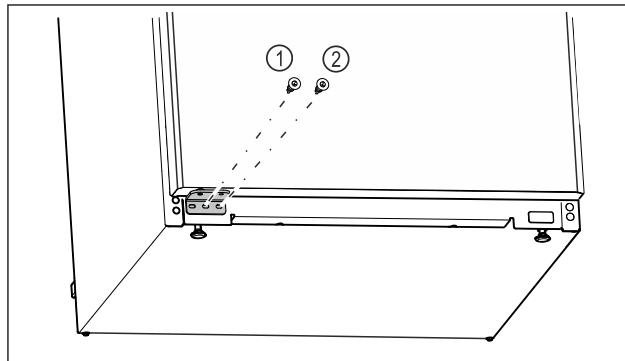

Fig. 22
- Zaskrutkujte strednú skrutku ložiskovej konzoly Fig. 22 (1) skrutkovačom Torx 20.
- Zaskrutkujte vnútornú skrutku ložiskovej konzoly Fig. 22 (2) skrutkovačom Torx 20.